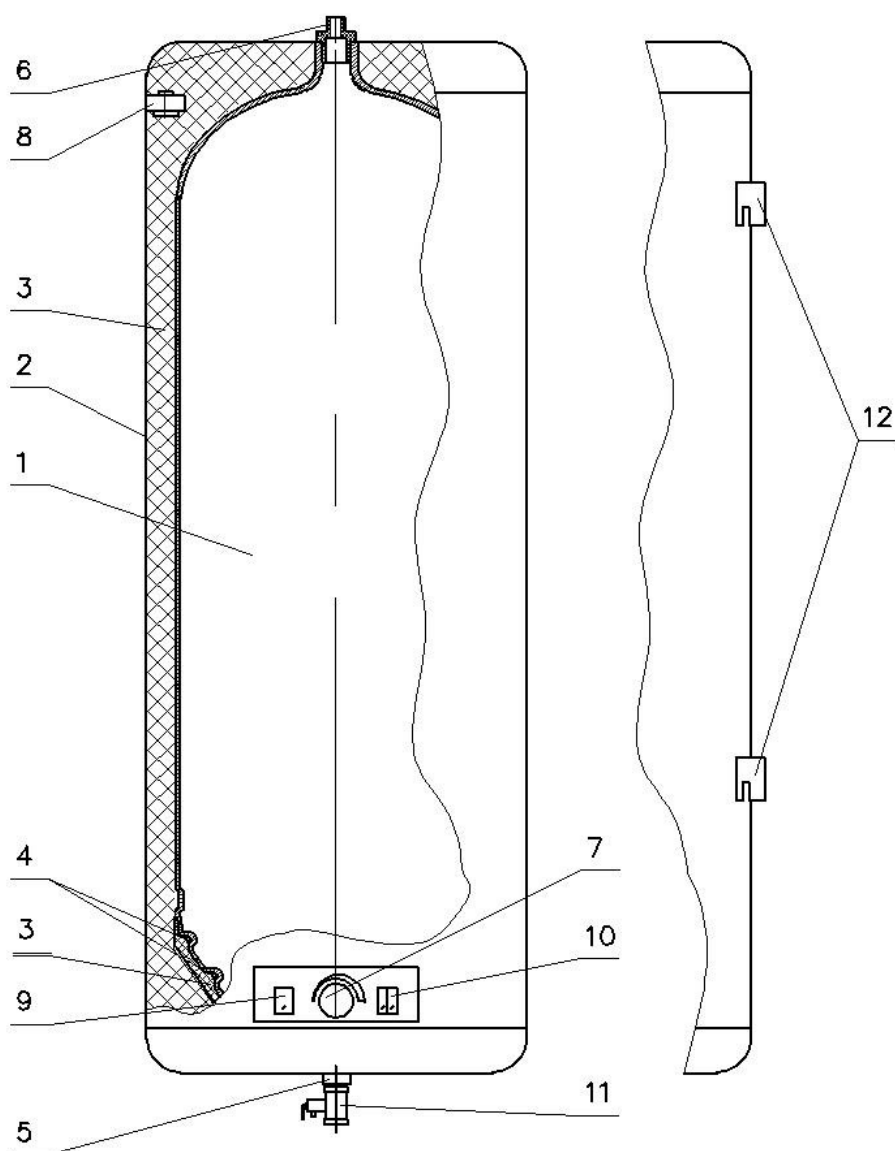

Рис.1
3.1 Устройство ЭВН показано на рис.1. ЭВН состоит из:
- повесьте ЭВН на крюки за кронштейны (поз.12, Рис. 1), расположенные на задней поверхности ЭВН;